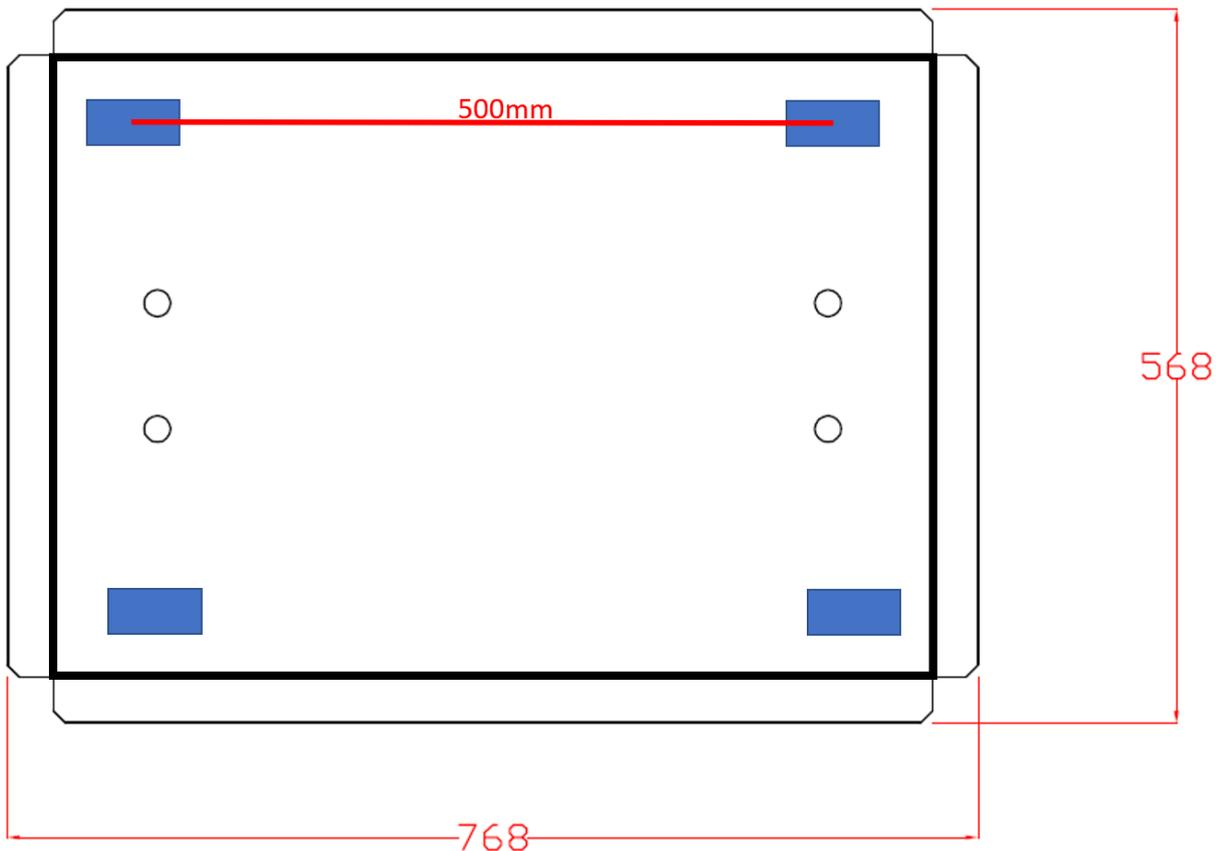

Figura 1: Fori aggiuntivi
In Figura 1 sono riportati i fori aggiuntivi richiesti in fase di fornitura dei piatti. L'obiettivo di questi fori aggiuntivi è quello di garantire il fissaggio delle guide in modo standard evitando in questo modo la foratura in loco delle stesse guide. In aggiunta vanno previsti dadi e bulloni di fissaggio guida al piatto opportuni in funzione dei fori rettangolari realizzati
- I piatti BOA dovranno essere già completamente forati prima dell'inizio dell'attività. Sarà consentita la foratura in loco solo in situazioni in cui siano installate guide di ancoraggio non di misura standard con quota di fori come riportati in Figura 1.